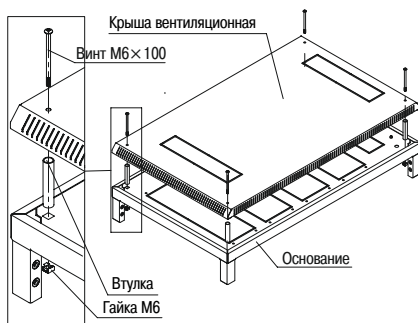
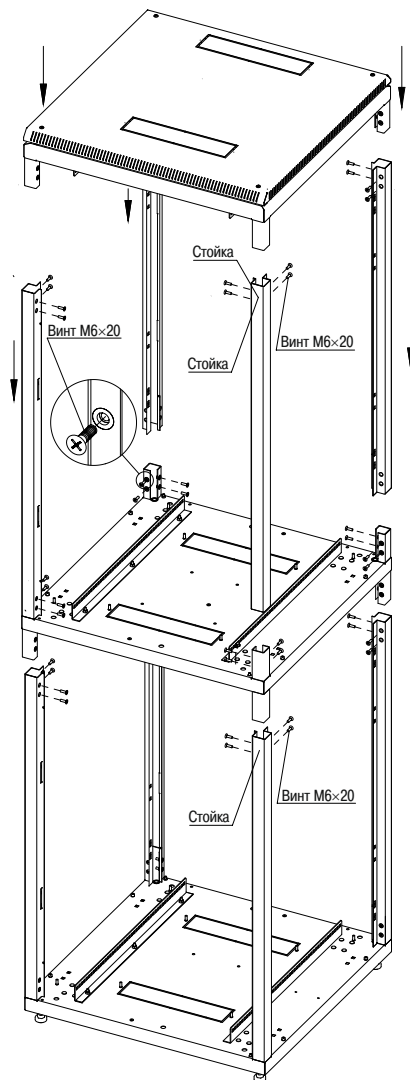

Рисунок 2 – Верхнее основание
Рисунок 5 – Установка «основания-крыши»
4.2.2 Соедините и закрепите верхнее основание с крышей вентиляционной с помощью винтов М6×100 и втулок, для этого в начале установите закладные гайки М6 на верхнем основании, затем вкрутите винты М6×100 в гайку М6 через втулку (рисунок 2).
4.2.5 Вставьте в установленные стойки основание верхнего сектора. Повторите 4.2.3 и установите собранный узел «основание-крыша» (рисунок 2), закрепите винтами (рисунок 5).